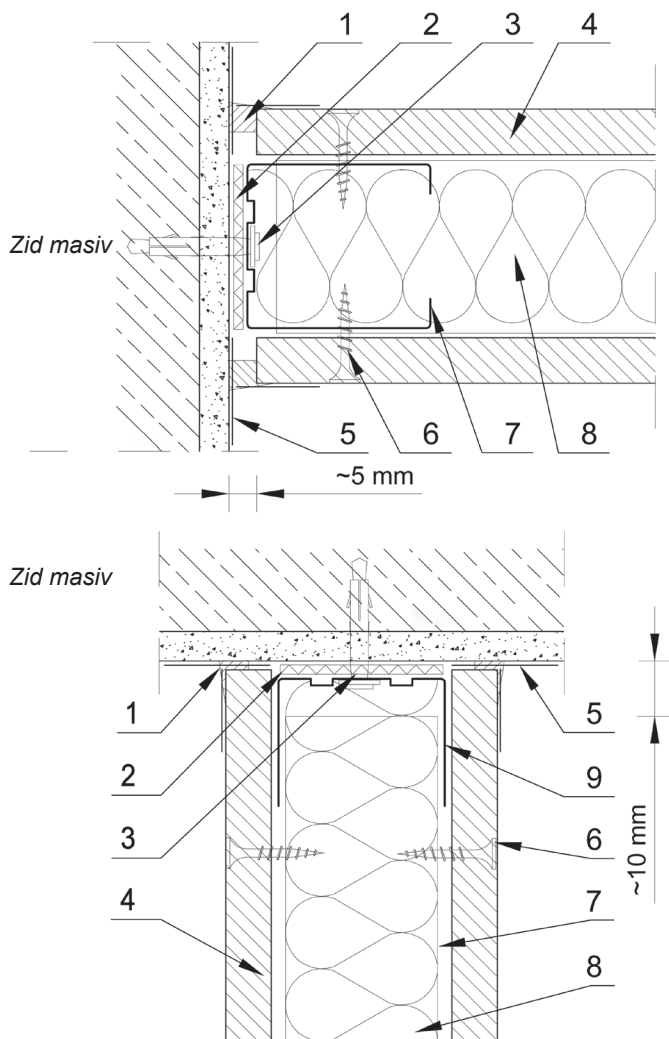

Fig. 15. Rosturi de dilatație: (de sus) secțiune orizontală și verticală.
5.2.3.2. Verificati conformitatea imbinarilor dintre tavanele suspendate si partitii, in conformitate cu instructiunile furnizorului de sistem. Verificati daca sunt utilizate rosturi de dilatatie intre perete si cladire (realizate din alt material decat gips-carton, vezi Fig. 15, 5.1.3.2). Imbinarile dintre acoperirea tavanului si perete sau acoperirea din gips-carton vor fi intarite cu banda de imbinare din fibra de sticla sau hartie.